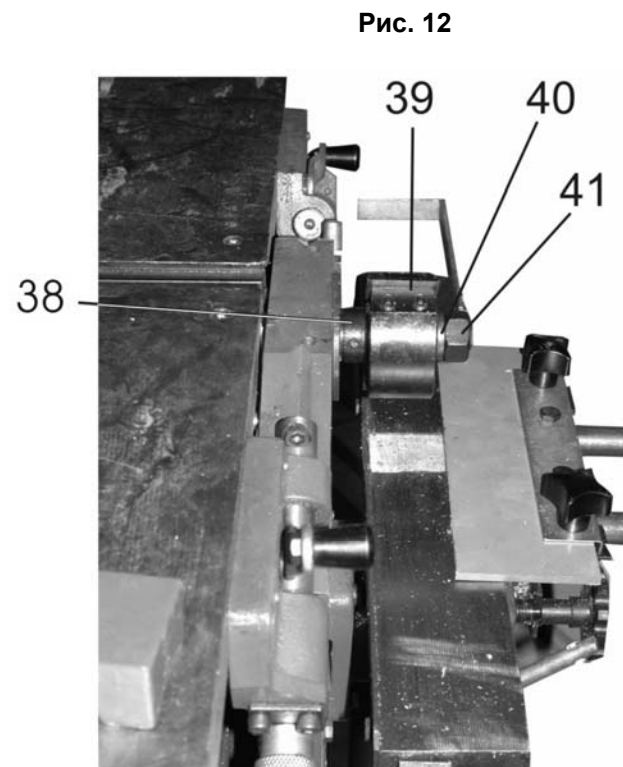

Рис.12
8.3.2. Установите фрезерную головку (39) (или насадную фрезу) выше фрезерной головки (39). При необходимости установите наборные шайбы (40), так чтобы перекрыть 1-2 оборота резьбы на шпинделе (38). В противном случае, Вам не удастся закрепить фрезу или фрезерную головку (39) гайкой (41), Рис.12.
9.1.1. При выполнении фрезерных работ с использованием фрезерной головки (39), Рис.12, необходимо: